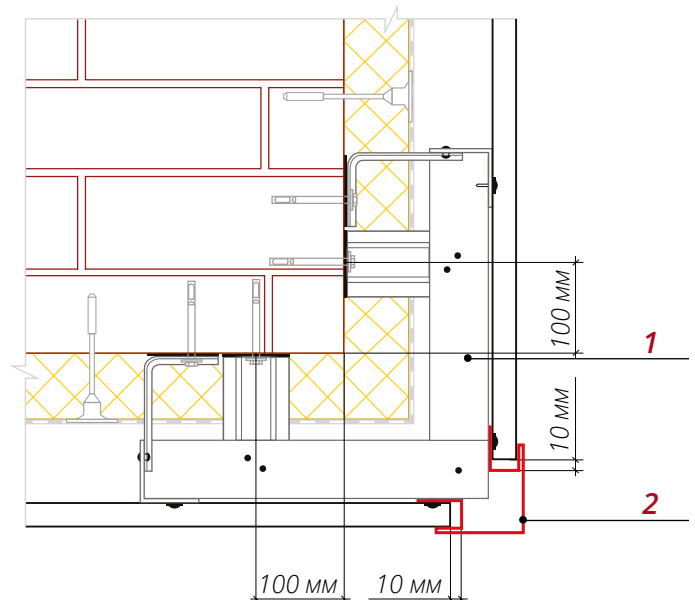

Рис. 6
- Закрепите Планку угла внешнего **2** к горизонтальному крепежному профилю, предварительно выставив ее по уровню (рис. 6).